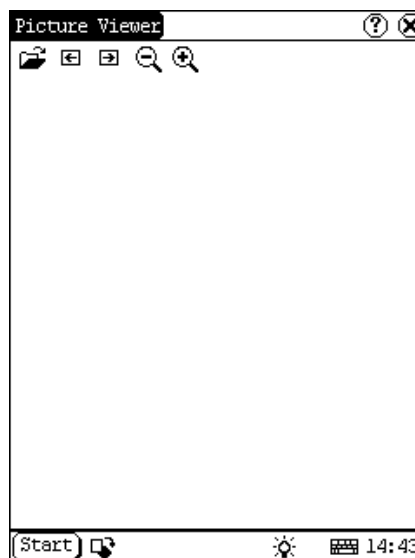

Abb. 4-11
- 4) In dem Bild-Interface klicken Sie auf das Symbol  in der Symbolleiste oben. (Siehe Abb. 4-11)